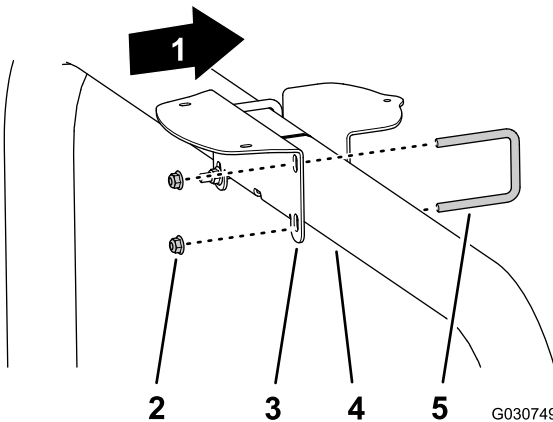

Bild 149
- Wenn die Maschine mit dem globalen Navigationssatellitensystem (GNSS) mit dem Breitbandverstärkungssystem (WAAS) ausgerüstet ist, befestigen Sie die Empfängerbefestigung mit den zwei U-Bügeln und vier Sicherungsbundmuttern (3/8") am Überrollschutzrohr (Bild 149).